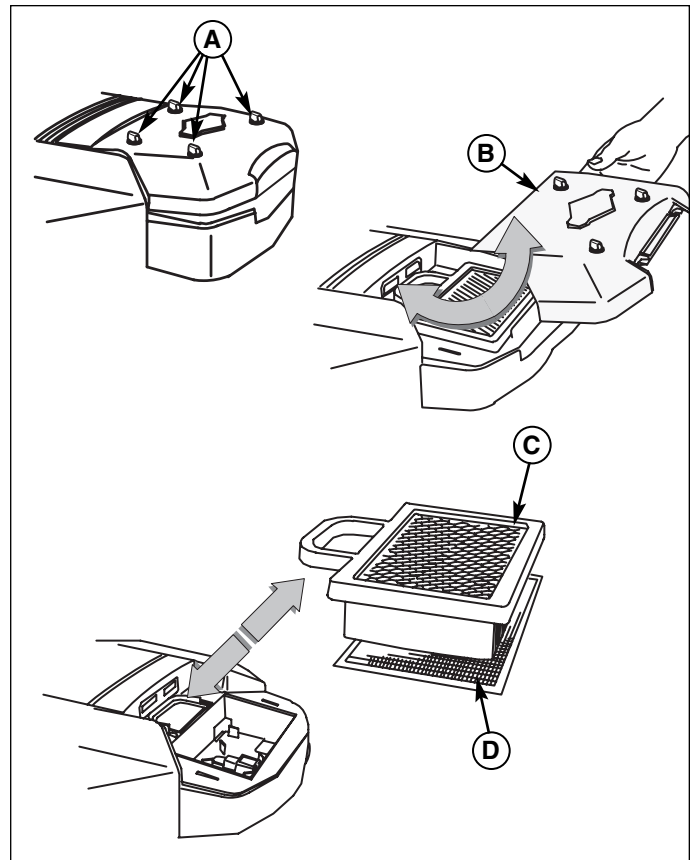

Figure 26. Système de filtrage d'air - modèles Briggs & Stratton à deux pistons
1. Dévisser les quatre boutons (A, Figure 26) en les tournant vers la gauche.
2. Déposer le capot (B). Déposer le filtre (C) et le pré-dépoussiéreur (D).
3. Poser le pré-dépoussiéreur (D) avec le côté tamis vers le haut. Poser le filtre (C) comme sur l'illustration.
4. Poser le capot (B) en veillant à engager les languettes dans les rainures correspondantes. Fixer en vissant les quatre vis à fond.